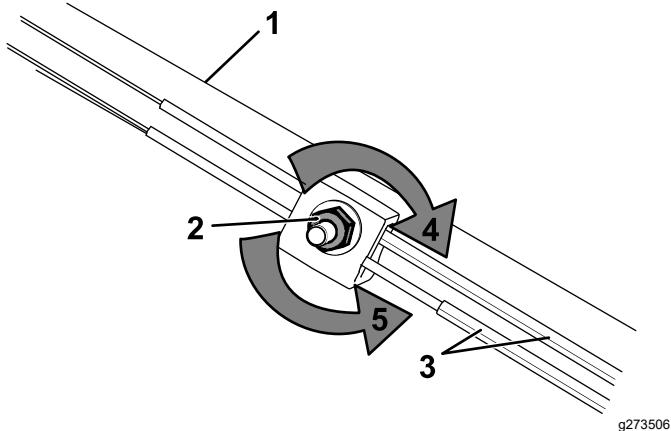

Bild 31
1. Drehen Sie die Einstellmutter nach links, um die Zugeinstellungen zu lösen (Bild 31).
2. Stellen Sie die Spannung der Züge (Bild 31) ein, indem Sie sie zurückziehen oder nach vorne drücken und in dieser Stellung arretieren.